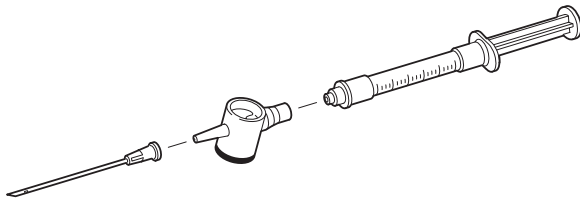

Figura 1
4. Retire la tapa de la jeringa prellenada y enrosque la jeringa en el otro saliente de la cámara. Tenga cuidado para no contaminar la vía de líquido. Consulte la figura 1.